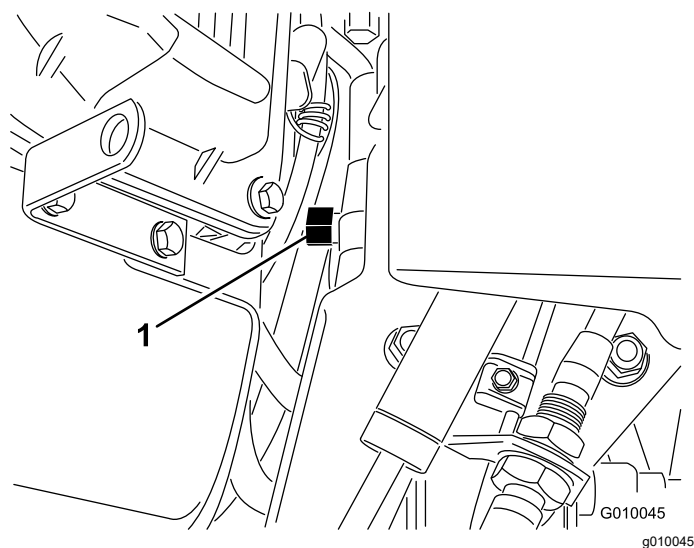

図 29
2. エンジンと油圧ポンプの途中に配置されているバイパスバルブを探し出す 図 29。
3. レンチ 3/8" を使ってバイパスバルブを左回りに 1 回転させる。これで油圧回路がバイパスされ、車輪が自由に回るようになります 図 29。
5. 運転を再開するには、バイパスバルブを右回りに 1 回転させる 図 29。